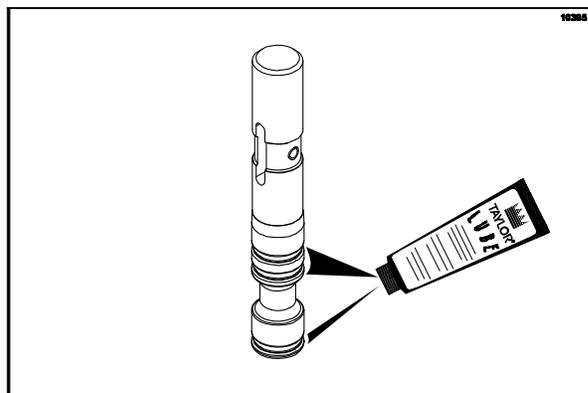

図135
10. パーツに問題がなければ、ドローバルブを組み立てます。3つのOリングをドローバルブの溝にはめ込み、ループを塗ります(図135を参照)。